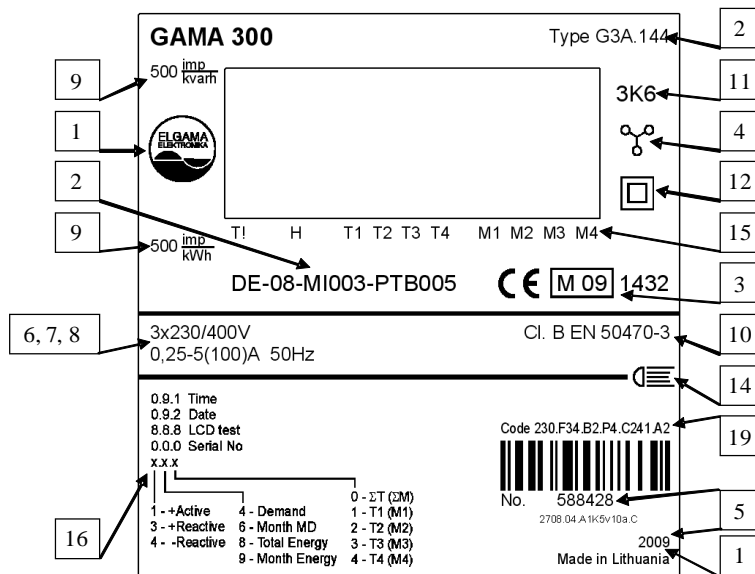
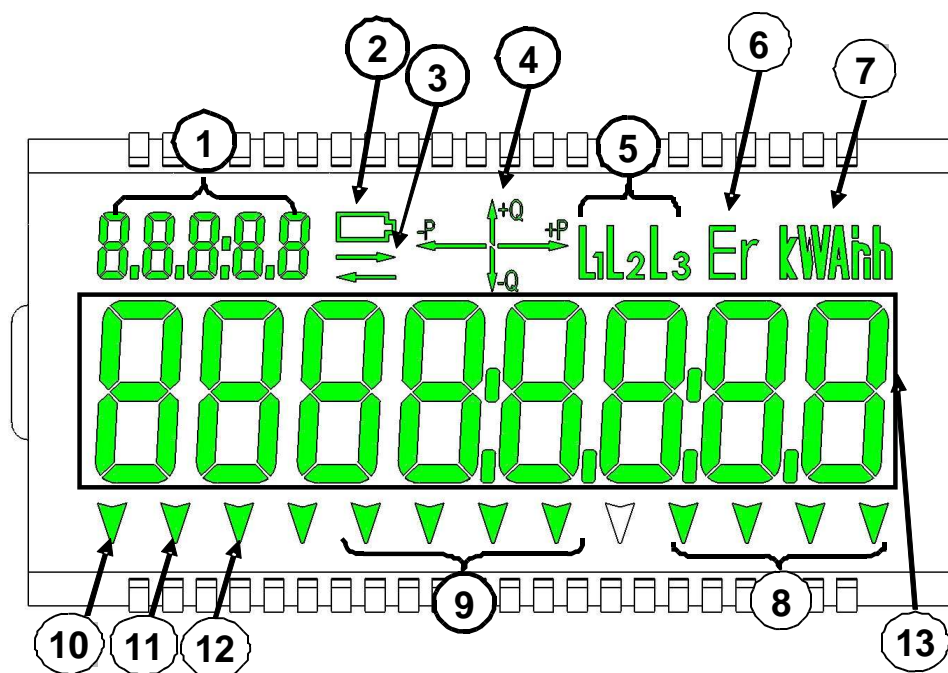

Рис. 7: Щиток счетчика G3A
Рис. 11: Сегменты и поля жидкокристаллического индикатора счетчика G3A
Счетчик G3A снабжен жидкокристаллическим индикатором (ЖКИ), в котором имеется 132 управляющих сегмента (Рис. 11). На жидкокристаллическом индикаторе отображаются большинство накопленных счетчиком данных, введенные константы параметризации, а также информация о функционировании счетчика. Расположение управляющих сегментов на индикаторе представлено на рисунке (Рис. 11), эти сегменты обозначены темным цветом. Схемы отображения детальной информации на индикаторе приведены в разделе 8 Считывание данных счетчика.
Жидкокристаллический индикатор счетчика G3A (Рис. 11) можно разделить на поля (поле составляет один или несколько сегментов):
8. Сегменты тарифов мощности. Одновременно бывает включен сегмент, указывающий активный тариф мощности (номер тарифа „M1, M2, M3, M4“ записан на щитке счетчика под соответствующим сегментом (Рис. 7, Рис. 11))
9. Сегменты тарифов энергии. Одновременно бывает включен сегмент, указывающий активный тариф энергии (номер тарифа "T1, T2, T3, T4" записан на щитке счетчика под соответствующим сегментом (Рис. 7, Рис. 11))
10. Сегмент аварийного тарифа. Мерцает, когда не установлены часы (На щитке счетчика символ "T!", расположенный под соответствующим сегментом (Рис. 7, Рис. 11))
11. Сегмент отключения внутреннего реле. Показывает функции отключения внутреннего реле. (На щитке счетчика символ "R", расположенный под соответствующим сегментом, только для счетчиков, имеющих внутреннее реле отключения (Рис. 7, Рис. 11))
12. Сегмент исторический значений. Показывает, что просматриваются данные закончившегося периода (На щитке счетчика символ "H" расположенный под соответствующим сегментом (Рис. 7, Рис. 11))
Состояние связи DLC отображается на жидкокристаллическом индикаторе (Рис. 11). Индикатор состояния связи ▼ светится, когда происходит активная связь с точкой подхода. Индикатор светится еще две минуты, после того как связь с точкой подхода прерывается. В других случаях индикатор состояния связи не светится. Индикатор состояния на щитке счетчика обозначен символом „S“.